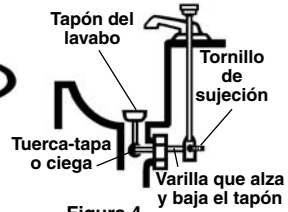

Figura 4
- En un lavabo con tapón de sube y baja: extraiga la varilla que alza y baja el tapón, y el tapón mismo (Figura 4). No olvide colocar un recipiente debajo del sifón para recibir el agua que pueda caer.